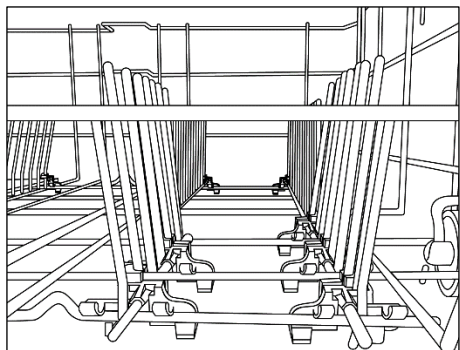
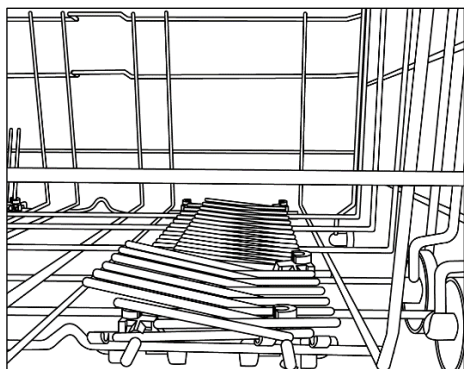

Abb. 2
Abb. 3
- Der Geschirrspüler wird mit einem Zulaufschlauch mit 3/4" Gewinding geliefert (Abb. 2).
• WATERBLOCK (Abb. 3)
2. Setzen Sie ihn dann langsam in der richtigen Position ein (Abb. 2).
ANMERKUNG: HEBEN ODER SENKEN SIE DEN KORB NIEMALS EINSEITIG (Abb. 3).
Klappbare Ablagen (Abb.2 und Abb.3) können im unteren Korb eingesetzt werden, um die stabile Lagerung des Geschirrs zu gewährleisten. Die Ablagen können angehoben oder abgesenkt werden, um auch nicht standardmäßige Größen und/oder Formen aufzunehmen und so maximale Flexibilität zu bieten.
- Der zentrale Filterkorb ist herausnehmbar, um die Reinigung zu erleichtern (Abb. 2).
- Ziehen Sie schließlich die Siebplatte aus der Bodenwanne heraus wie in der (Abb.3) ersichtlich. Spülen Sie alle Teile gründlich unter fließendem Wasser und reinigen Sie diese eventuell mit einer Bürste.